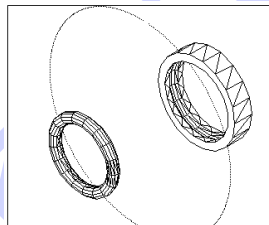

图 15-96
(60) 移动处理。单击  按钮或者在命令行直接输入 `move`，将上述实体移动到合适的位置，结果如图 15-96 所示。